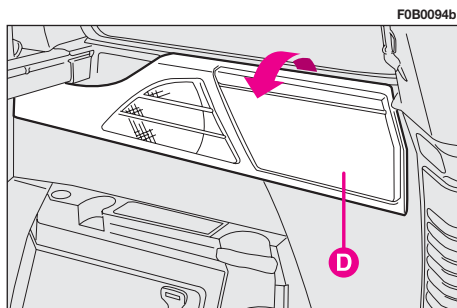

fig. 127
– compartimientos portadocumentos **D**-fig. 127 ubicados en los paneles laterales de la tercera fila (donde estén previstos). Para utilizarlos, ábralos en el sentido indicado por la flecha.